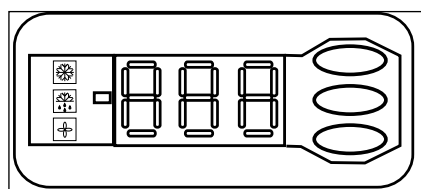

Bild 3: Display des elektronischen Reglers
- Standardmäßig wird auf dem Display des elektronischen Reglers der Temperaturwert für den Saugdruck in °C angezeigt. Drücken Sie die untere Taste (Bild 3), um den Temperaturwert für den Verflüssigungsdruck anzuzeigen.